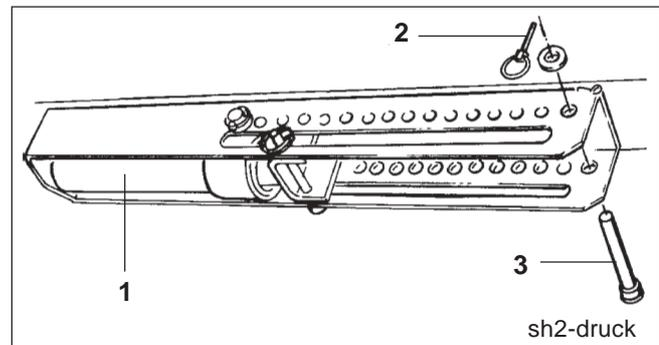

Fig. 23.6
- Hydraulikzylinder (Fig. 23.6/1) drucklos machen.
- Bolzen (Fig. 23.6/3) in eine Bohrung der Lochgruppe einstecken und mit einem Klappstecker (Fig. 23.6/2) sichern.